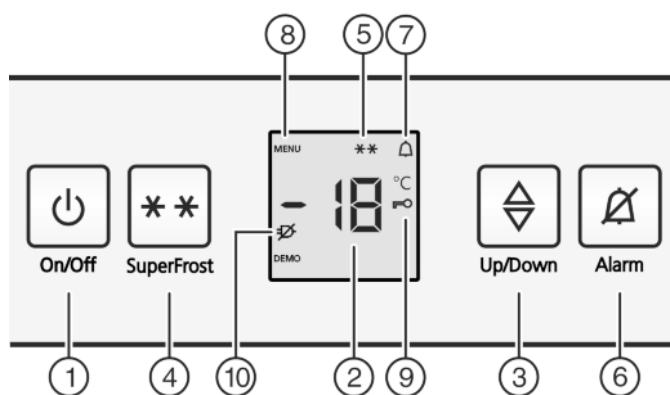

Fig. 2
- ▶ Stlačte tlačidlo On/Off *Fig. 2 (1)*.
- ▶ Aktivácia režimu nastavenia: Tlačidlo SuperFrost *Fig. 2 (4)* stlačte na cca 5 sekúnd.
- ▷ Na indikátore sa zobrazí symbol Menu *Fig. 2 (8)*.
- ▶ Tlačidlom SuperFrost *Fig. 2 (4)* krátko potvrdíte.
- ▷ Na indikátore svieti symbol detská poistka *Fig. 2 (9)*.
- ▶ Krátko stlačte tlačidlo On/Off *Fig. 2 (1)*.
- ▷ Symbol detská poistka *Fig. 2 (9)* zhasne.
- ▶ Stlačte tlačidlo Alarm *Fig. 2 (6)*.
Súčasne bliká indikátor teploty a symbol Alarm *Fig. 2 (7)*.
Tónové varovanie automaticky stíchne, symbol Alarm *Fig. 2 (7)* zhasne a indikátor teploty prestane blikáť, ak je teplota opäť dostatočne nízka.